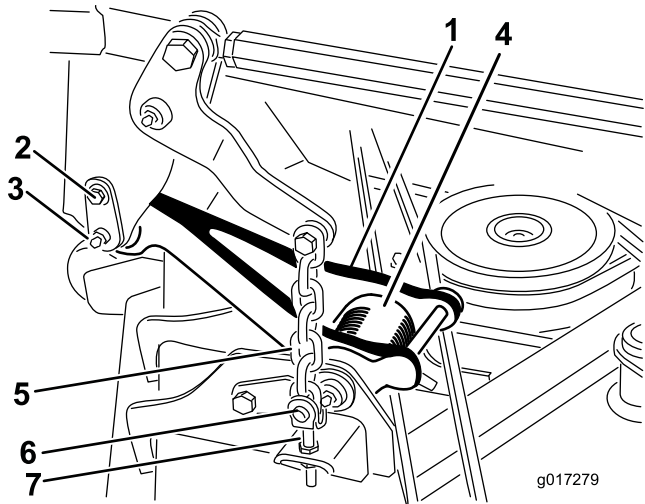

Figura 2
Nota: Quando il tosaerba è sollevato, si riduce la tensione delle molle di torsione del collegamento di trazione (Figura 2), favorendo notevolmente il distacco dei collegamenti di trazione dalla macchina.
2. Staccate il collegamento di trazione da ogni lato della macchina (Figura 2).
- A. Rimuovete la vite a perno che fissa il perno di ancoraggio al telaio portante (Figura 2).
- B. Fate scorrere con cautela il perno di ancoraggio dal telaio portante al collegamento di trazione (Figura 2).
6. Rimuovete i (4) perni ad anelli e i perni con testa che fissano le catene di sollevamento alle teste di regolazione sul tosaerba (Figura 2).
2. Installate i (4) perni con testa e i perni ad anelli che fissano le catene di sollevamento del tosaerba alle teste di regolazione sul tosaerba (Figura 2).
5. Allineate il collegamento di trazione al telaio portante e fissate il collegamento al perno di ancoraggio (Figura 2). Fissate il perno di ancoraggio al telaio con una vite a perno (Figura 2).